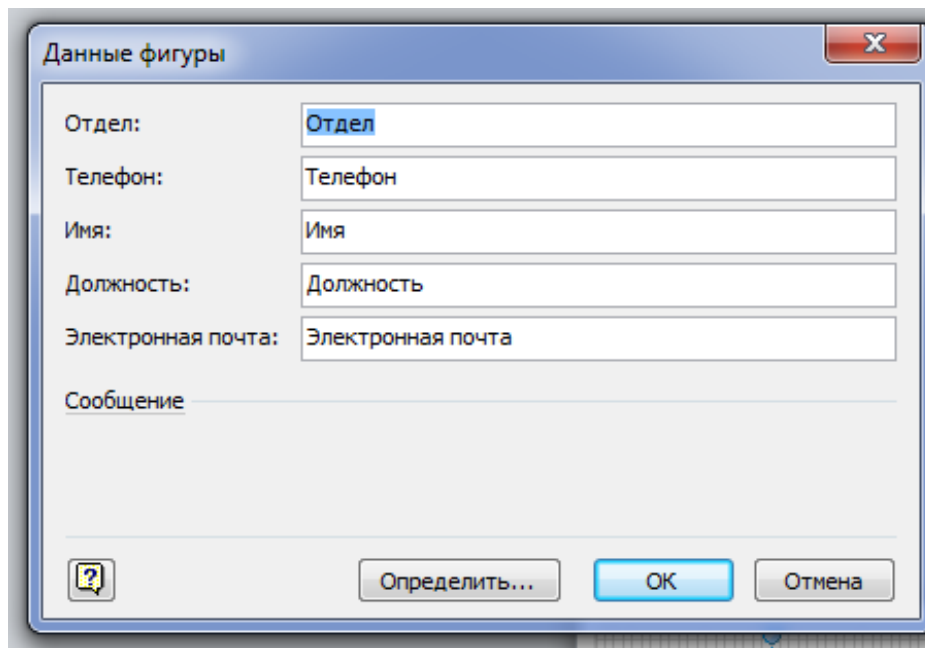

Рис. 3.1. Диалоговое окно «Дані фігури»
2. За допомогою діалогового вікна «Додаткові властивості» задайте властивості фігур (рис. 3.1). Щоб відкрити діалогове вікно «Додаткові властивості», клацніть на фігурі правою кнопкою миші, а потім у контекстному меню виберіть «Властивості».